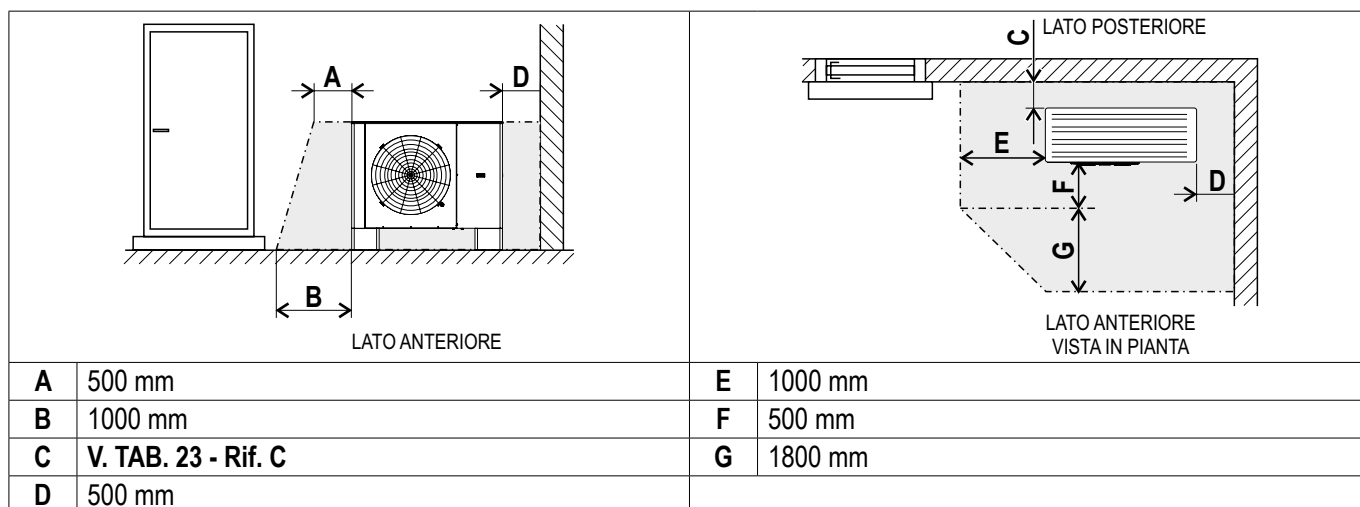

FIG. 36 (Zona di sicurezza in caso di installazione a terra in un angolo dell'edificio)
- 1) Posizionare una livella (**FIG. 36 -Rif. 1**) nel senso longitudinale e trasversale della macchina
- 2) Agire sui dadi (**FIG. 36 -Rif. 2**) per livellare la macchina